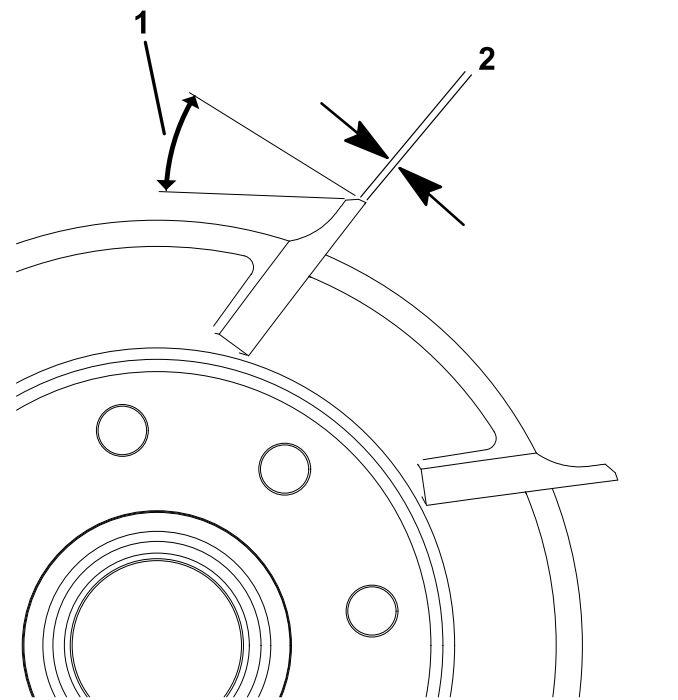

Figura 27
1. Afile todas las cuchillas con un rebajo de  $30^\circ$  hasta que la anchura de la superficie de incidencia sea de 0,8 mm (Figura 27).